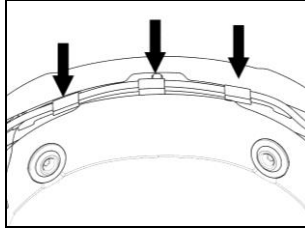

Fig. 19
- Positionner le câblage et l'antenne dans la partie arrière du casque (Fig. 19).